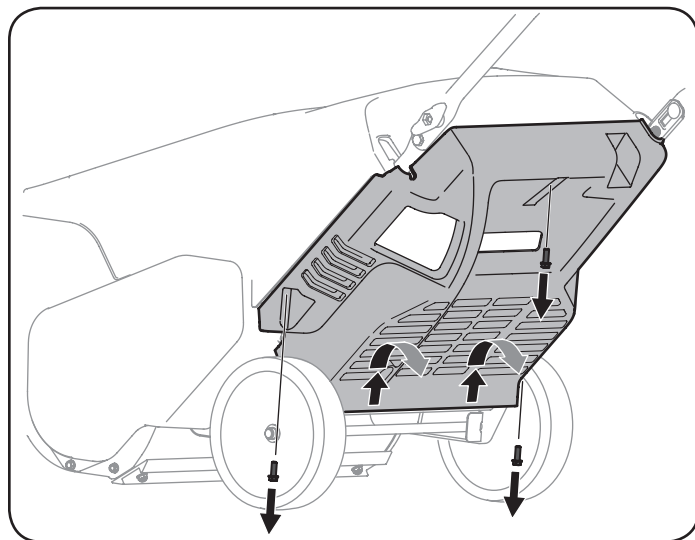

Figura 7
2. Retire los tres tornillos que sujetan el panel inferior. Quite el panel inferior levantando en el panel para liberar las pestañas en la parte inferior del panel de las ranuras de la ficha y luego retirarse. Vea la Figura 7.